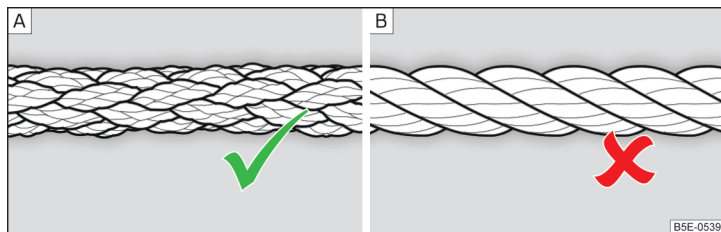

Abb. 335 Geflochtenes Abschleppseil / Gewundenes Abschleppseil
Zum Abschleppen mittels eines Abschleppseils nur ein geflochtenes Kunstfaserseil » Abb. 335 - [A] verwenden » !.
- Zum Abschleppen ist kein gewundenes Abschleppseil zu verwenden » Abb. 335 - [B], die Abschleppöse könnte sich am Fahrzeug herausdrehen - es besteht Unfallgefahr.